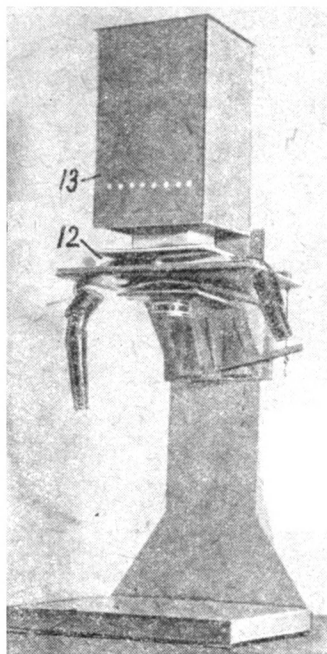

Рис. 32. Прибор, настроенный для фотоувеличения.
Рис. 32 изображает прибор, настроенный для фотоувеличения. Вместо кассеты (5) на столик помещается рамка для негатива (12) и фонарь (13) с электролампой.